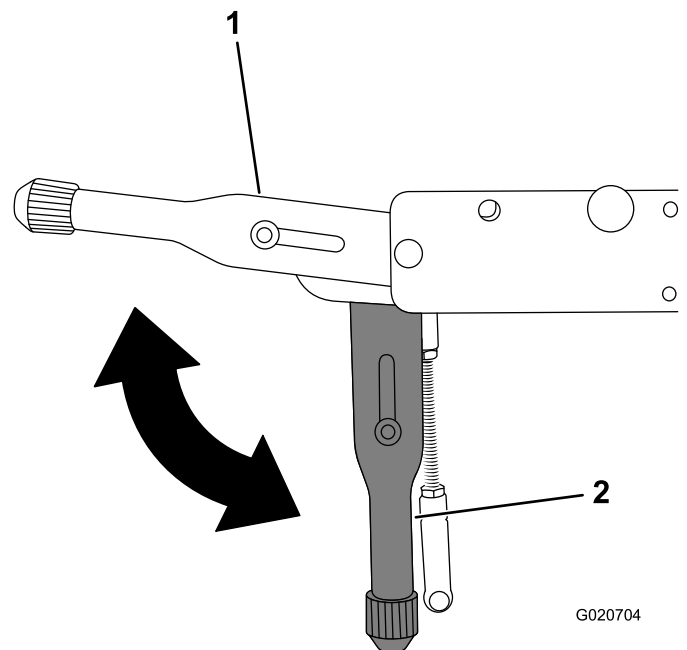

Figura 29
2. Tire hacia arriba de la palanca del freno de estacionamiento para poner el freno, y arranque el motor (Figura 29).
5. Empuje hacia abajo la palanca del freno de estacionamiento para quitar el freno (Figura 29).
2. Ponga el freno de estacionamiento (Figura 29).
6. Quite el freno de estacionamiento (Figura 29).
3. Quite el freno de estacionamiento (Figura 29).
- Quite el freno de estacionamiento (Figura 29).